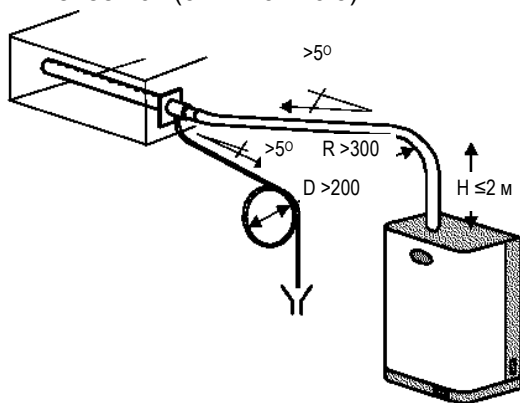

Рис. 4.6.2
1. Подъем вертикально вверх на высоту не менее 300 мм, далее сгиб с радиусом не менее 300 мм и постепенный наклон вниз не менее 5° (см. Рис. 4.6.2);
Конец трубки для отвода конденсата должен подсоединяться к ближайшей сливной трубке с минимальным наклоном 5° для обеспечения правильного нисходящего потока (см. Рис. 4.6.2).